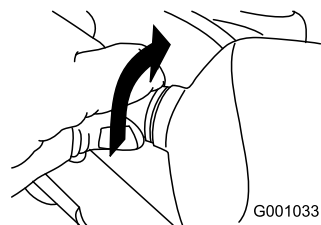

Рисунок 58
- Поверните цоколь лампы против часовой стрелки до упора (Рисунок 58).